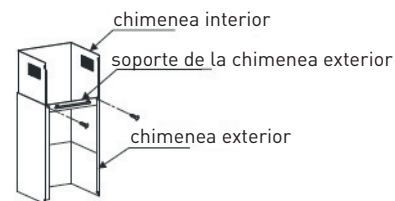
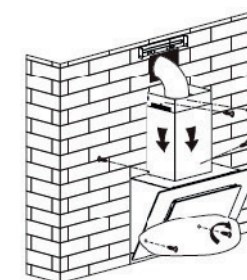

Imagen 5
Imagen 6
7. Instale el soporte de la chimenea exterior en la chimenea exterior con 2 tornillos ST4*8 mm y asegúrese de que la chimenea interior se pueda doblar libremente. Consulte la imagen 5. Luego coloque la chimenea en la campana. Utilice 2 tornillos ST4*8 mm para fijar la chimenea exterior al cuerpo de la campana y utilice 2 tornillos ST4*40 mm para fijarla a la pared. Coloque el tubo de expansión hacia el exterior al mismo tiempo. Consulte la imagen 6.